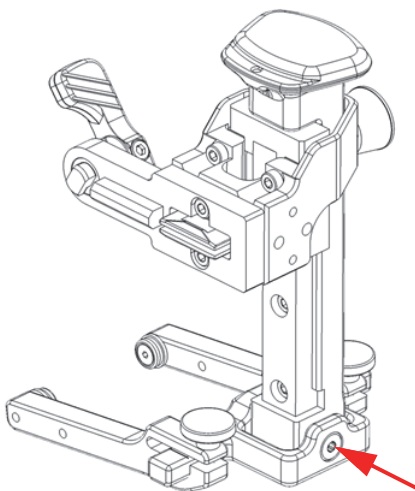

图 2-24 将螺钉放回到螺钉孔中
7. 重新将螺钉安装到轆的旋转梁中（参见第55页的图 2-24）。